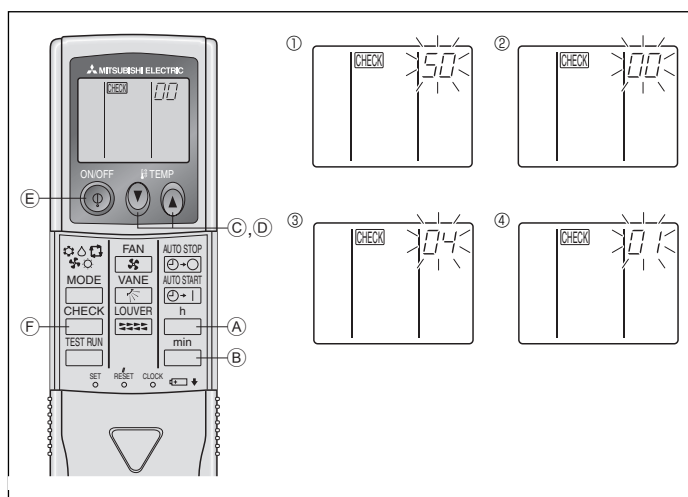

Fig. 6-10
- Pulse el botón MODE E) para que el modo y el número de configuración (I) y (II) estén continuamente activados y se pueda confirmar el contenido de la configuración.
2) Para el controlador remoto inalámbrico por infrarrojos (Fig. 6-10)